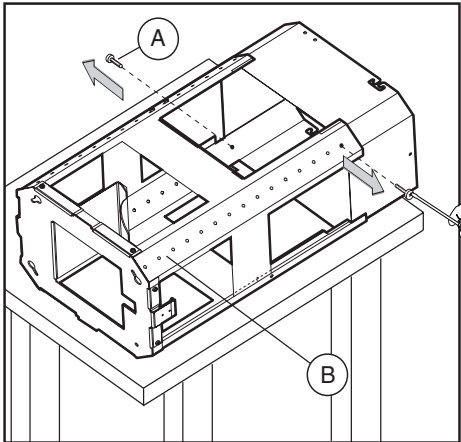

Fig.2
-Déballez la structure et enlevez les 2 vis **A** pour séparer la partie supérieure de la partie inférieure (fig.2).